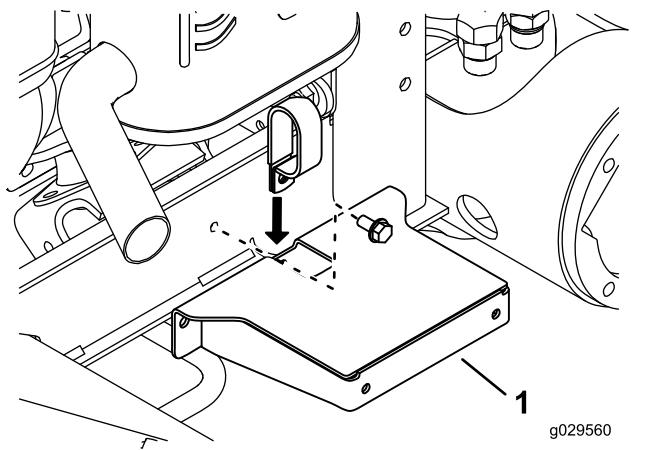

Figure 18
5. Insérez le bas du collier dans la fente située située au sommet du support d'aile (Figure 18).
11. Montez le collier de flexible et le support d'aile sur le profilé du cadre en serrant légèrement le boulon et l'écrou (voir Figure 18).